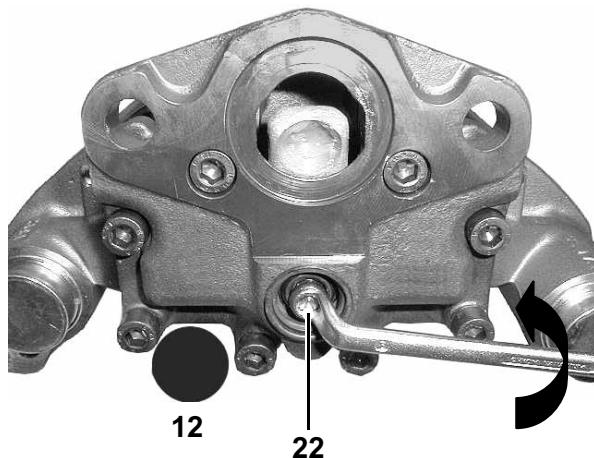

Рис. 6
- Не снимая накидного ключа, приведите в действие механизм тормоза 5 раз ($P \approx 0.1 \text{ МПа}$). Если ключ (см. жирн. стрелки на Рис. 6) поворачивается в направлении против часовой стрелки при каждом срабатывании тормозного механизма, это означает, что АРЗ функционирует.